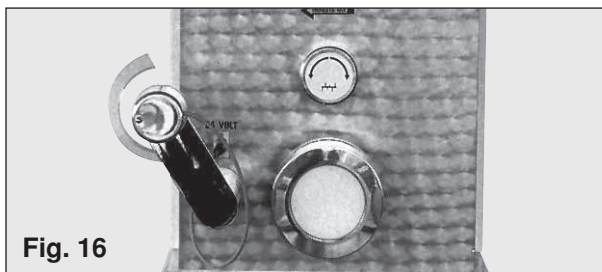

Fig. 16
- ruotare il gruppo di taglio nella posizione di riposo (**Fig. 16**);